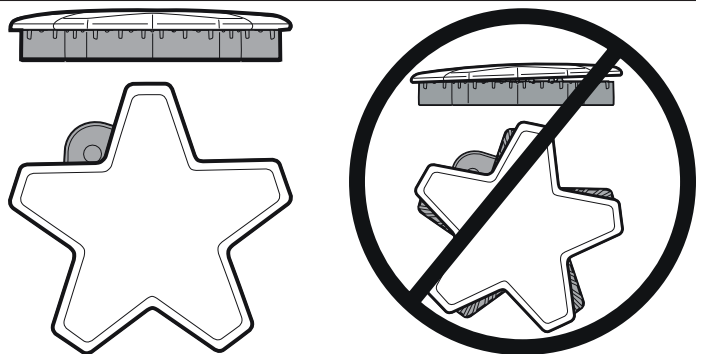

Figure 8 : Chapeau de brûleur correctement et incorrectement placé
1. **Assurez-vous que les chapeaux des brûleurs STAR^{mc} sont bien posés sur leurs bases sur la table de cuisson** (Figure 8 à la page 61).
- Vérifiez chaque brûleur pour vous assurer qu'il n'y a pas d'espace entre le chapeau et la base du brûleur. Voir Figure 8: "Chapeau de brûleur correctement et incorrectement placé" pour des exemples de chapeau de brûleur correctement ou incorrectement placés.
- Vous pouvez essayer de déplacer délicatement les chapeaux des brûleurs latéralement pour vous assurer qu'ils sont placés correctement sur leur base. Lorsqu'ils sont bien placés, les chapeaux des brûleurs sont droits sur la base et couvrent complètement la base du brûleur en forme d'étoile lorsque vous les regardez d'en haut, comme sur la Figure 8.